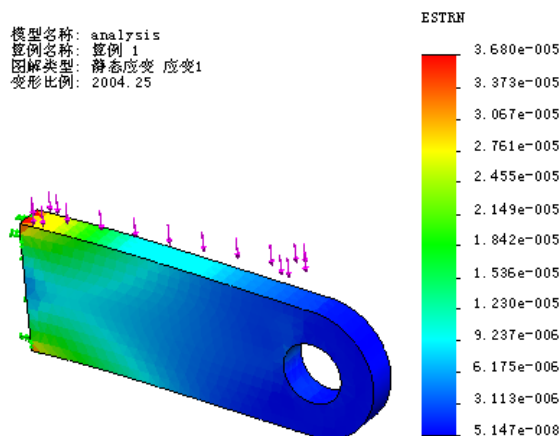

图 12.3.19 应变（等量）图解
Step3. 在算例树中右击 **应变1 (-等量-)**，在弹出的快捷菜单中选择 **显示(S)** 命令，系统显示图 12.3.19 所示的应变 (等量) 图解。